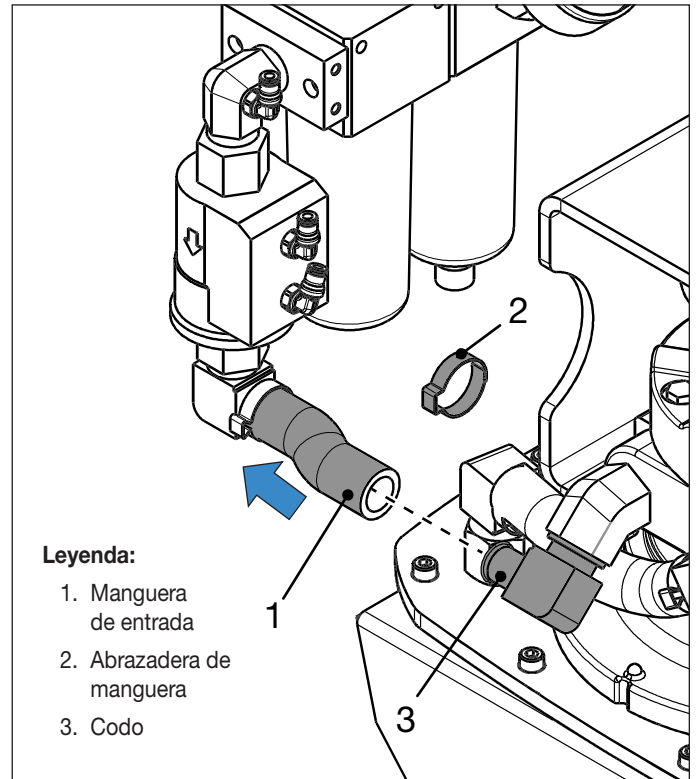

Figura 15: Manguera de entrada del motor de aire
6. Retire la abrazadera de la manguera y la manguera de entrada del codo en el puerto de entrada del motor de aire. Véase Figura 15.
20. Coloque el conjunto de filtro/regulador/lubricador en el bastidor protector. Conecte la manguera de entrada del motor de aire al codo en el puerto de entrada del motor de aire. Fijela con una nueva abrazadera de manguera. Véase Figura 15.